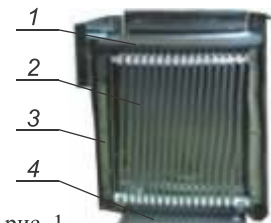

рис. 1
Подключение ЭНУ и ПУ необходимо выполнить в соответствии с рис.1 или рис. 2. Провода, подключаемые к ЭН, включая заземляющий провод, должны быть в термостойкой изоляции, сечениями не ниже, указанных в настоящем руководстве. Концы проводов, подключаемые к ЭН и ПУ должны быть либо облужены, либо оборудованы наконечниками. При транспортировке возможен сдвиг витков электронагревательных элементов, поэтому при подключении необходимо проверить их расположение. Витки должны быть равномерно распределены по длине трубки. После подсоединения питающих проводов к контактам каменки обратить внимание на расположение ленты. Расстояние между лентой должно быть максимальным.
- нажать на выключатель «питание» (на некоторых модификациях не установлен). Питание на ПУ подается после включения автомата и УЗО (поз.2, рис.1 или рис. 2).